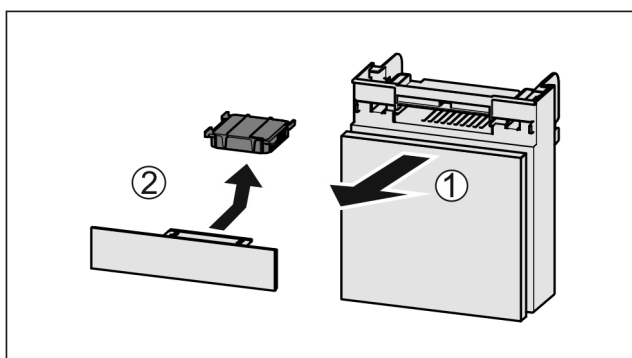

Fig. 103
- Vytiahnite zásuvku smerom dopredu Fig. 103 (1).
- Vyberte aktívny uhlíkový filter Fig. 103 (2).